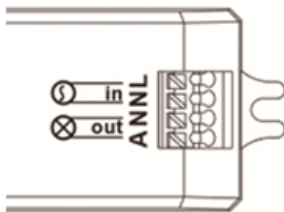

Рисунок 2. Маркировка подключения датчика.
5.2.3 Подключите провода питания и нагрузки к датчику согласно маркировке подключения (рисунок 2): контакты «L» и «N» подключаются к сети питания 230В, к контактам «А» (фаза) и «N» (ноль) подключается нагрузка.